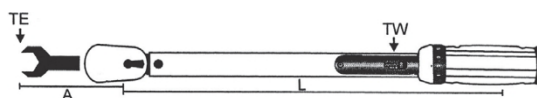

Fig. 4
- L'utilisation de rallonges ou d'adaptateurs modifie la valeur du couple. Une rallonge augmente la longueur effective de l'outil. Le nouveau couple de la clé dynamométrique peut être calculé à l'aide de la formule suivante : $TW = (TE \cdot L) / (L + A)$. (Fig. 4)